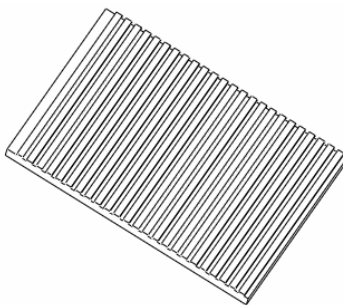

图 29-2
- (1) 单击菜单【文件】 【打开】命令。
- (2) 打开配书光盘中的“openexe29.prt”模型文件，如图 29-2 所示。